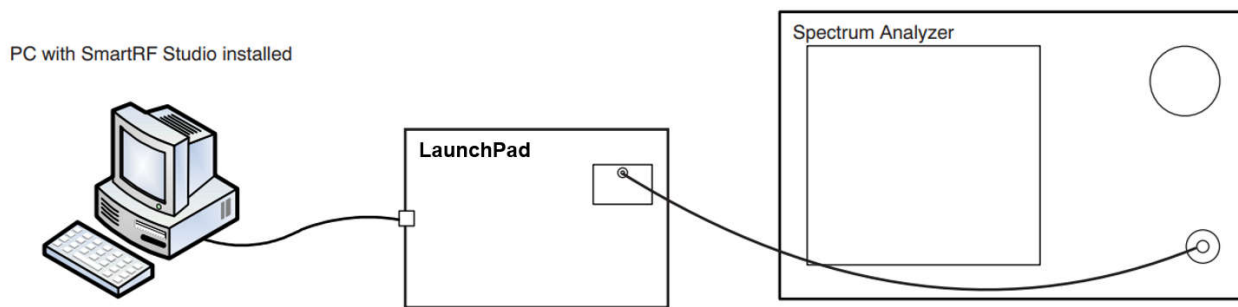
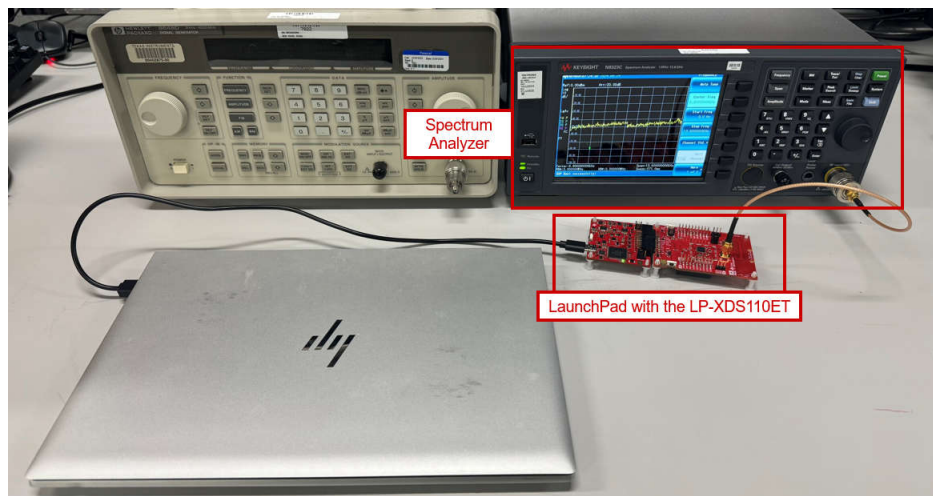

图 7-1. 传输功率测试设置示意图
图 7-2. 传输功率测试工作台设置
测试环境：图 7-1 说明传输功率测试设置。
- 第 1 步：按图 7-1 和图 7-2 所示连接仪器。